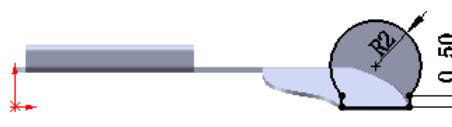

图 6.43 边线一法兰 7 草图
(3) 定义法兰参数。
① 定义法兰角度值。在**角度(A)**区域的文本框中输入角度值 120.0。
② 定义长度类型和长度值。在“边线一法兰”对话框的**法兰长度(L)**区域的下拉列表中选择**给定深度**选项，在文本框中输入深度值 2。在此区域中单击“外部虚拟交点”按钮。
③ 定义法兰位置。在**法兰位置(N)**区域中，单击“折弯在外”按钮。
(4) 单击 \checkmark 按钮，完成边线一法兰 7 的初步创建。
(5) 编辑边线一法兰 7 的草图。在设计树的**边线-法兰 7**上右击，在系统弹出的快捷菜单中单击 草图 命令，系统进入草图环境。绘制图 6.43 所示的草图。退出草图环境，此时系统完成边线一法兰 7 的创建。